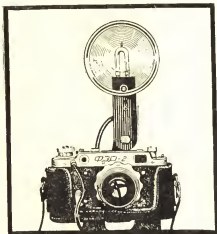

Рис. 14.
сельному гнезду аппарата (9) специальным проводником с наконечником (рис. 14). Осветитель лампы-вспышки обычно крепится специальной планкой к штативной гайке фотоаппарата или устанавливается в клемму фотоаппарата (рис. 14). Синхронизатор фотоаппарата ФЭД-2 имеет блокировочное устройство, разрывающее электрическую цепь во время завода затвора.